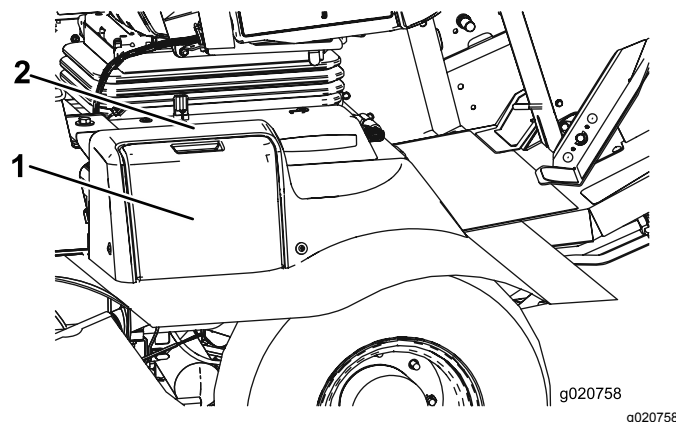

Figura 61
1. Abra a cobertura da bateria no lado do resguardo (Figura 61).
Nota: Pressione a superfície plana por cima da cobertura da bateria para facilitar a remoção da cobertura (Figura 61).